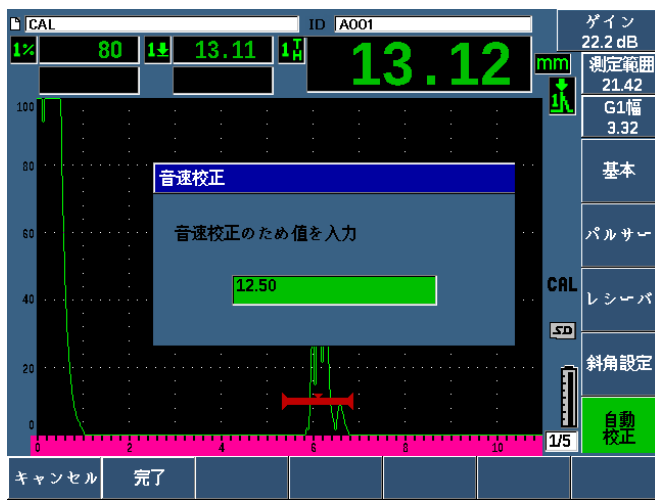

図 3-16 音速校正の値
13. ノブまたは矢印キーで、表示されている値を適切な厚さに調整します。この例の場合、探触子は、12.5 mm (0.5 インチ) のステップに接触しています (66 ページの図 3-16 参照)。